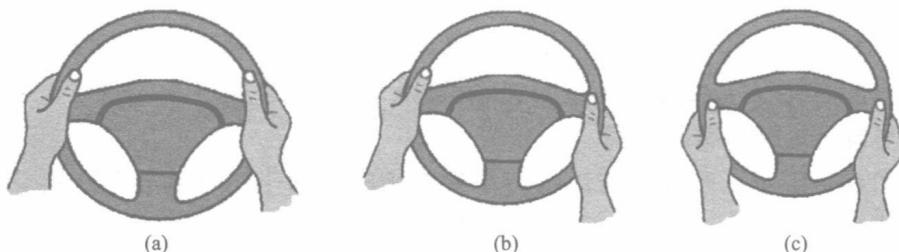

图1-4 手握转向盘的位置
2) 手的位置。各种车辆由于转向盘的直径大小和倾角不同，因此，转向盘的握法也有所区别。轿车转向盘平面趋于竖直，基本握法如图1-4(a)所示，左手握在9时~10时的位置，右手握在2时~3时的位置。大型汽车转向盘平面趋于水平，基本握法如图1-4(c)所示，左手握在8时~9时的位置，右手握在3时~4时的位置。轻型和中型汽车转向盘的倾角处于以上二者之间，基本握法如图1-4(b)所示，左手握在9时~10时的位置，右手握在3时~4时的位置。